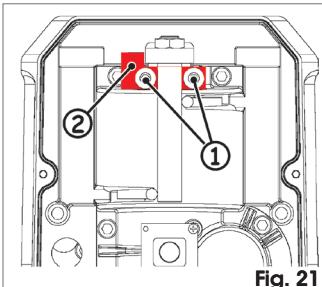

Fig. 21
- Destornille los dos tornillos, Fig. 21 ref. ①, situados en la parte superior de la barra.
- Retire el platillo de tope, Fig. 21 ref. ②.